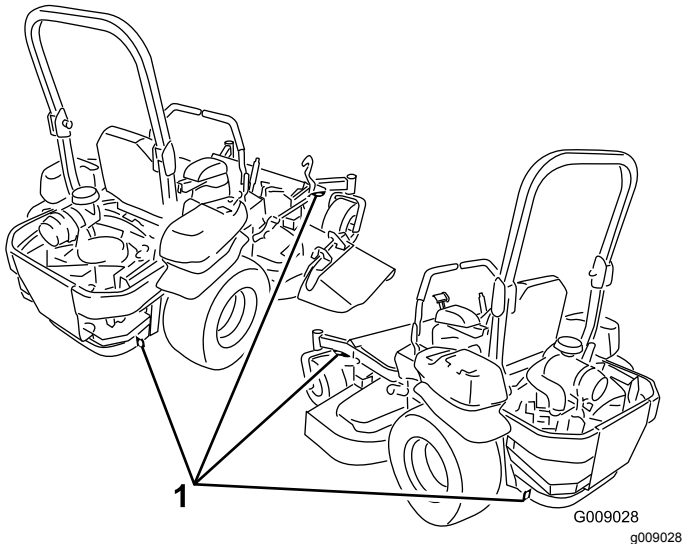

Figure 37
5. Servez-vous des points d'attache en métal de la machine pour l'arrimer solidement sur la remorque ou le véhicule de transport au moyen de sangles, chaînes, câbles ou cordes (Figure 37).